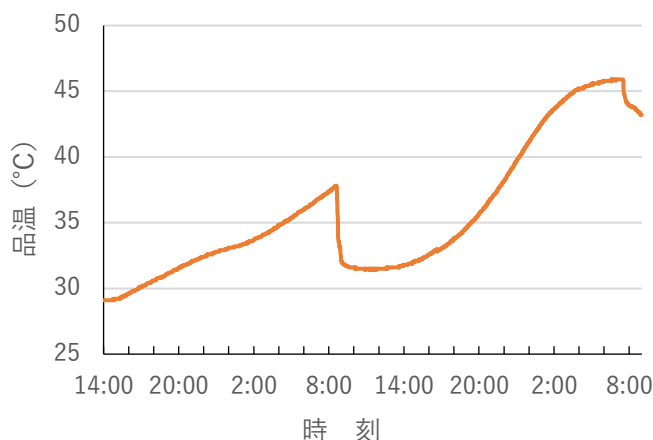

図2 温度記録例
- ・マイコンからCSVファイルを読み出すには、TeraTerm5を使用 (図2)